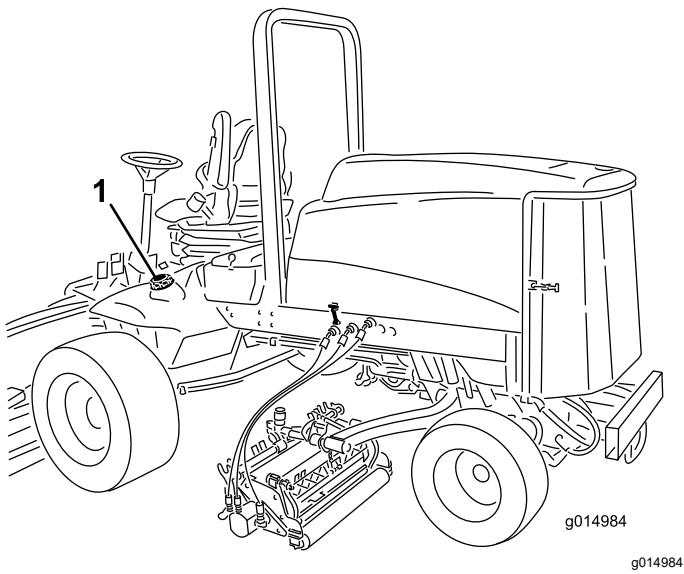

Bild 36
3. Schrauben Sie den Tankdeckel ab (Bild 36).